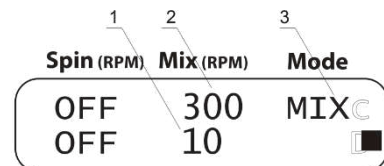

Рисунок 6. Вортекс
5.11.1. Выберите режим vortexирования (индикация **Mix** параметра **Mode**, рис. 6/3).
5.11.2. Установите скорость vortexирования от 300 до 1200 об/мин (шаг - 100 об/мин, рис. 6/2).
5.11.3. Установите время vortexирования от 1 до 60 с (шаг - 1 с, рис. 6/1).